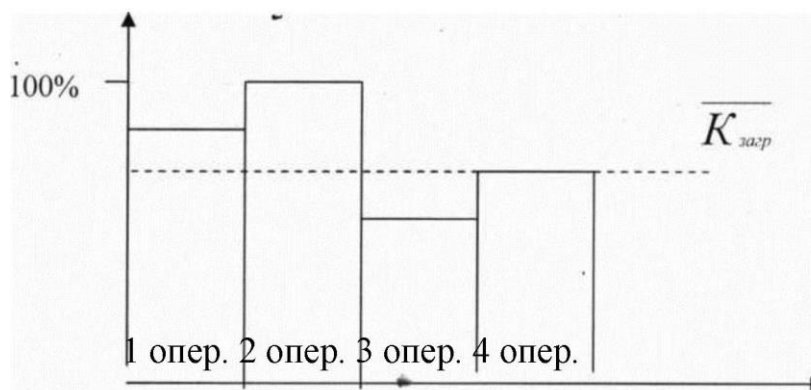

Рисунок 1 – График загрузки оборудования
Оформляется график загрузки рабочих мест (рисунок 1) и рассчитывается коэффициент загрузки по формуле (6):